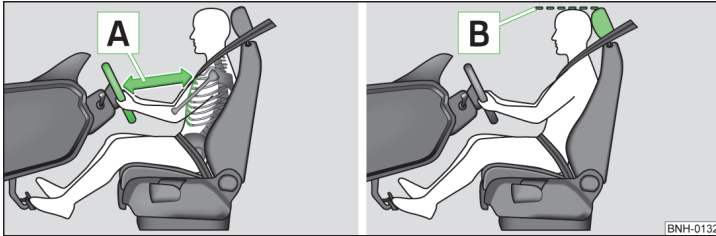

Abb. 1 Der richtige Abstand des Fahrers zum Lenkrad / Richtig eingestellte Kopfstütze
- ✓ Das Lenkrad so einstellen, dass der Abstand **A** zwischen Lenkrad und Brustbein mindestens 25 cm beträgt » Abb. 1. Lenkrad einstellen » Seite 8, Lenkradposition einstellen.
- ✓ Die Kopfstütze so einstellen, dass die Oberkante der Kopfstütze sich möglichst auf einer Höhe mit dem oberen Teil Ihres Kopfes befindet¹⁾ **B** » Abb. 1.
- ✓ Die Kopfstütze so einstellen, dass die Oberkante der Kopfstütze sich möglichst auf einer Höhe mit dem oberen Teil Ihres Kopfes befindet¹⁾ **B** » Abb. 1 auf Seite 8.
- ✓ Die Kopfstütze so einstellen, dass die Oberkante der Kopfstütze sich möglichst auf einer Höhe mit dem oberen Teil des Kopfes befindet **B** » Abb. 1 auf Seite 8.